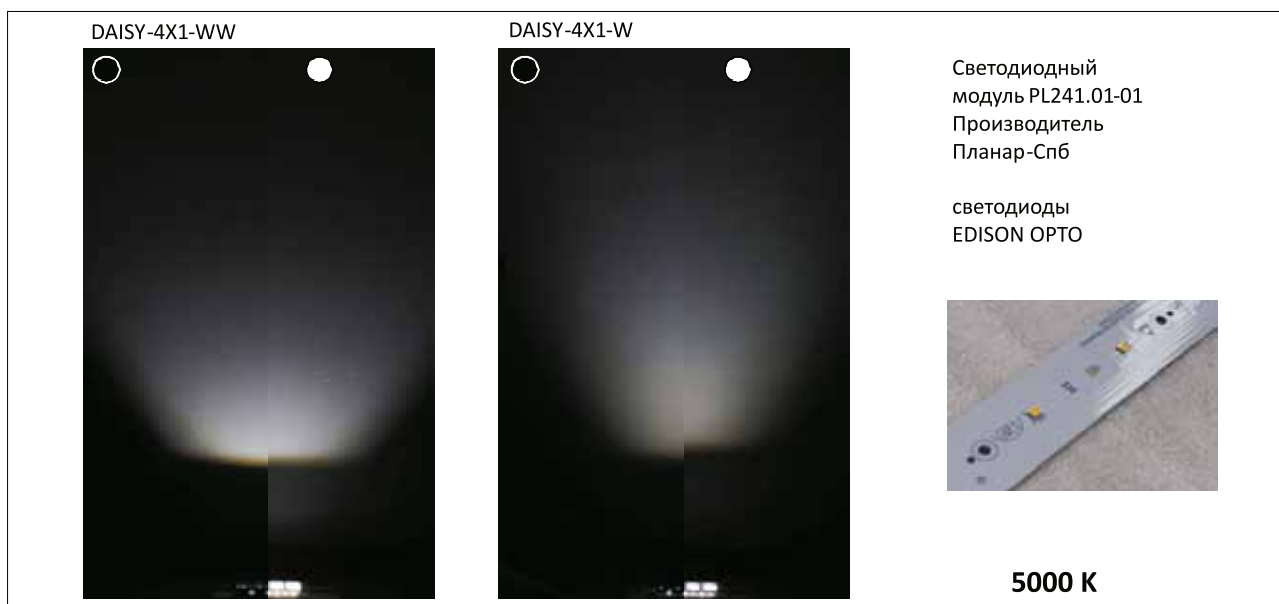

Рис. 8. Результаты работы платы PL241.01-01
- PL241.01–01 с одним белым светодиодом Edison 2835 под каждой линзой (рис. 8);